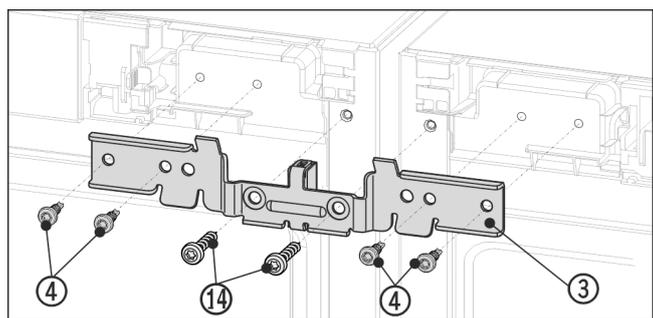

Fig. 16 Beispielhafte Darstellung
- ▶ Winkel Fig. 16 (3) mit dem Distanzstück zwischen die Geräte und auf die Zapfen schieben. Den Winkel mit vier Schrauben Fig. 16 (4) und den zuvor herausgeschraubten Erdungsschrauben Fig. 16 (14) abwechselnd rechts und links lose anschrauben.